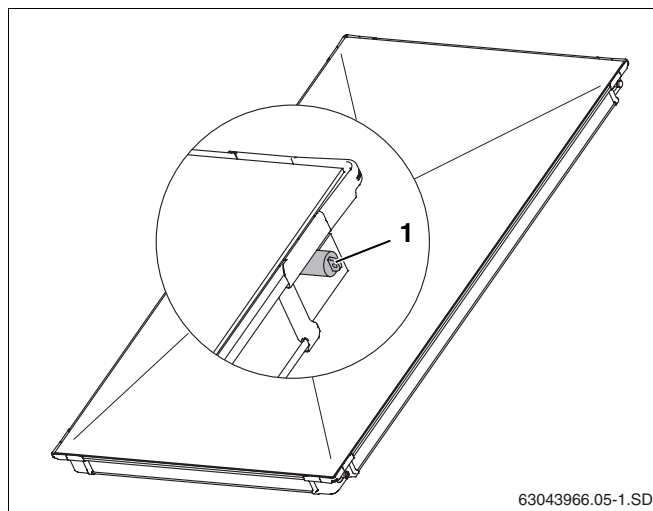

Рис. 5 Резиновые крышки на штуцерах коллектора
- Снимите резиновые крышки (рис. 5, поз. 1) только непосредственно перед монтажом.